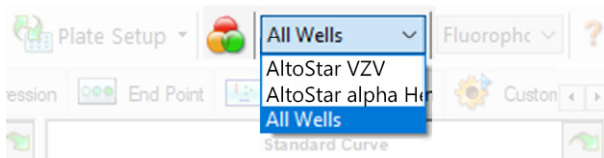

Figura 4: Pulsante Well Group (Gruppo pozzetto) e menu a discesa Well Group (Gruppo pozzetto)
Nella finestra Data Analysis (Analisi dei dati) assicurarsi di selezionare il **Well Group** (Gruppo pozzetto) del kit AltoStar® VZV PCR Kit 1.5. Quindi, fare clic sul menu a discesa **Well Group** (Gruppo pozzetto) vicino al pulsante **Well Group** (Gruppo pozzetto) (vedere figura 4) della barra degli strumenti. Non usare il **Well Group** (Gruppo pozzetto) "All Wells" ("Tutti i pozzetti"). La selezione nella figura 4 è riportata unicamente a titolo di esempio generico.
1. Nella finestra Data Analysis (Analisi dei dati) assicurarsi di selezionare il **Well Group** (Gruppo pozzetto) del kit AltoStar® VZV PCR Kit 1.5. Quindi, fare clic sul menu a discesa **Well Group** (Gruppo pozzetto) vicino al pulsante **Well Group** (Gruppo pozzetto) (vedere figura 4) della barra degli strumenti.